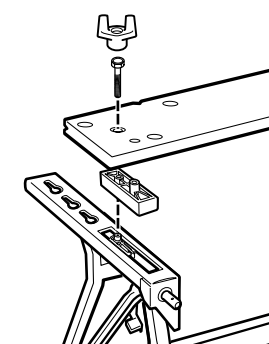

FIG. 6
- Closely examine the two front top blocks and the two rear ones. Note that the front blocks do not have a protruding tab on the bottom side where the rear blocks do. Select the front vise jaw, (B), and the two front top blocks, (K). Place the top blocks on the rails of the frame as shown in Figure 6.
- Install the front vise jaw on top of the top blocks so that the small holes at each end of the jaw fit down over the posts on the top side of the blocks. With the jaw positioned as described above insert into the frame as shown in Figure 6, insert two of the four bolts, (M) into the holes in the jaw and tighten them securely into the holes in the pivot nut. Use the socket wrench, (J) provided, shown in Figure 1.
4. Examiner attentivement les deux cales supérieures avant et les deux cales arrière. Il faut remarquer que les cales avant ne comportent pas de protubérances sur le dessous comme les cales arrière. Prendre la mâchoire avant (B) et les deux cales supérieures avant (K). Placer les deux cales sur les rails du cadre comme le montre la figure 6.
5. Placer la mâchoire avant sur les deux cales de sorte que les petits trous à chaque extrémité de la mâchoire se trouvent au-dessus des goujons des cales. Lorsque la mâchoire est installée de la façon décrite précédemment, l'insérer dans le cadre de la manière illustrée à la figure 6, placer deux des quatre boulons (M) dans les trous de la mâchoire et bien les serrer dans les trous filetés des écrous de pivot. Utiliser la clé à douille en plastique (J) fournie (fig. 1).